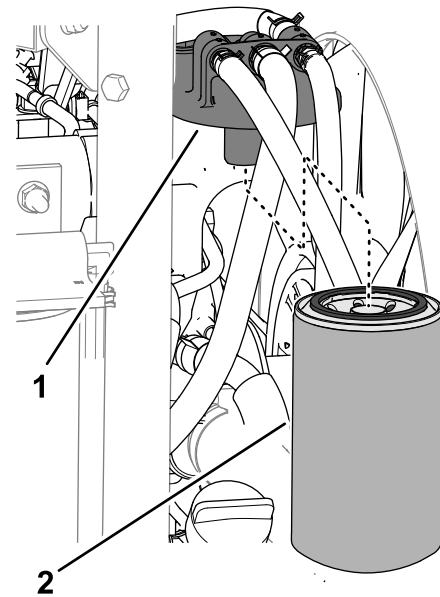

Bild 121
2. Reinigen Sie den Bereich um den Kraftstofffilterkopf (Bild 121).
3. Entfernen Sie den Filter und reinigen Sie die Befestigungsoberfläche des Filterkopfes (Bild 121).